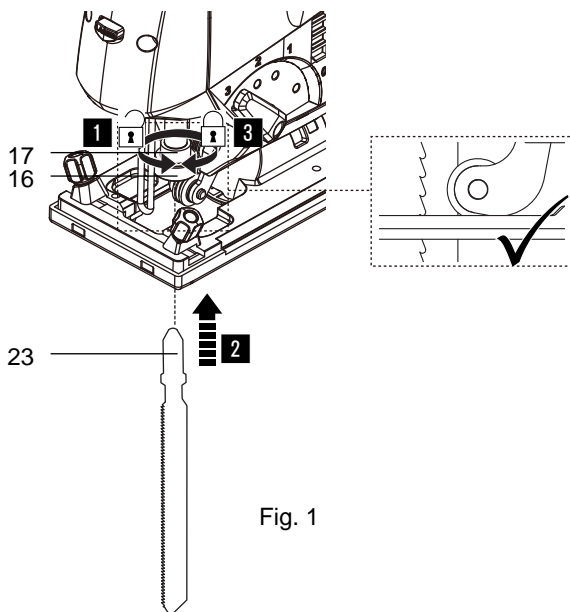

Fig. 1
2. Drei redskapssokkelringen (17) moturs og fjern sagbladet (23) (hvis et er montert) (fig. 1, trinn 1).
3. Sett ønsket sagblad (23) inn i redskapssokkelringen (16) (fig. 1, trinn 2), og løsne deretter redskapssokkelringen (17) forsiktig (fig. 1, trinn 3). Sørg for at sagbladet sitter som det skal i bladføreren (15).
4. Trekk i sagbladet (23) for å teste om det sitter som det skal. Det skal ikke være mulig å trekke det ut.